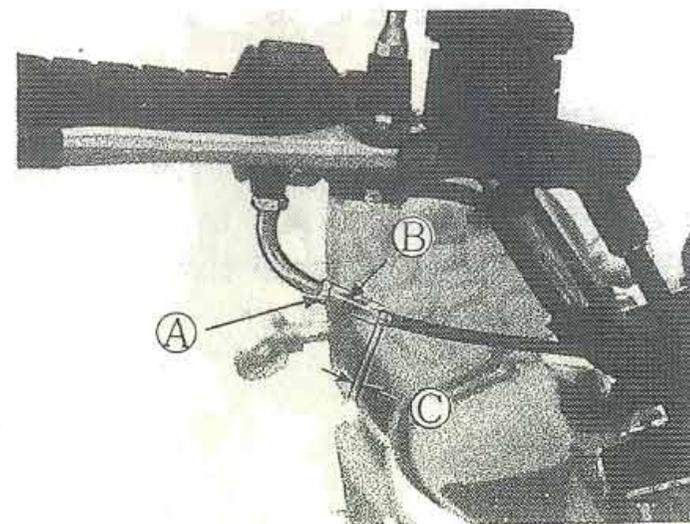

Fig. 31 - Registro cavo acceleratore
- 3) Regolate il gioco della manopola dell'acceleratore agendo sull'apposito registro (B) posto vicino alla manopola in modo che il gioco (C) sia di 1 mm. (Fig. 31).